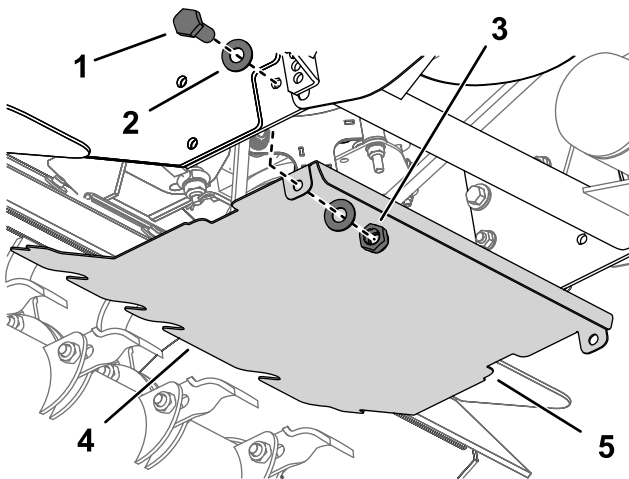

Figure 7
- Placez les 3 pattes de protection sur le bord avant de la tôle de protection pour empêcher les vibrations (Figure 7).
- Retirez l'écrou, le boulon et les rondelles centraux de la fixation centrale sur le plateau (Figure 7).
- Fixez le déflecteur au groupe de déplacement à l'aide de 2 boulons (M8 x 25 mm), 4 rondelles (M8-17) et 2 contre-écrous (M8) dans le trou inférieur du bâti du moteur (Figure 7).
- Fixez l'avant du déflecteur au plateau à l'aide du boulon, de la rondelle et de l'écrou centraux retirés précédemment (Figure 7).